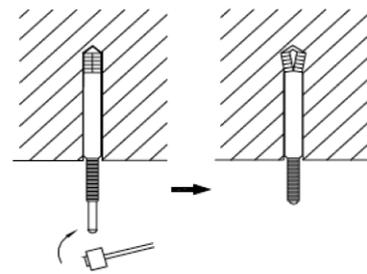

Fig. 7
3. Installez les boulons d'ancrage dans les trous réalisés et dans chaque boulon introduisez une goupille à l'aide du marteau. (Fig. 7)